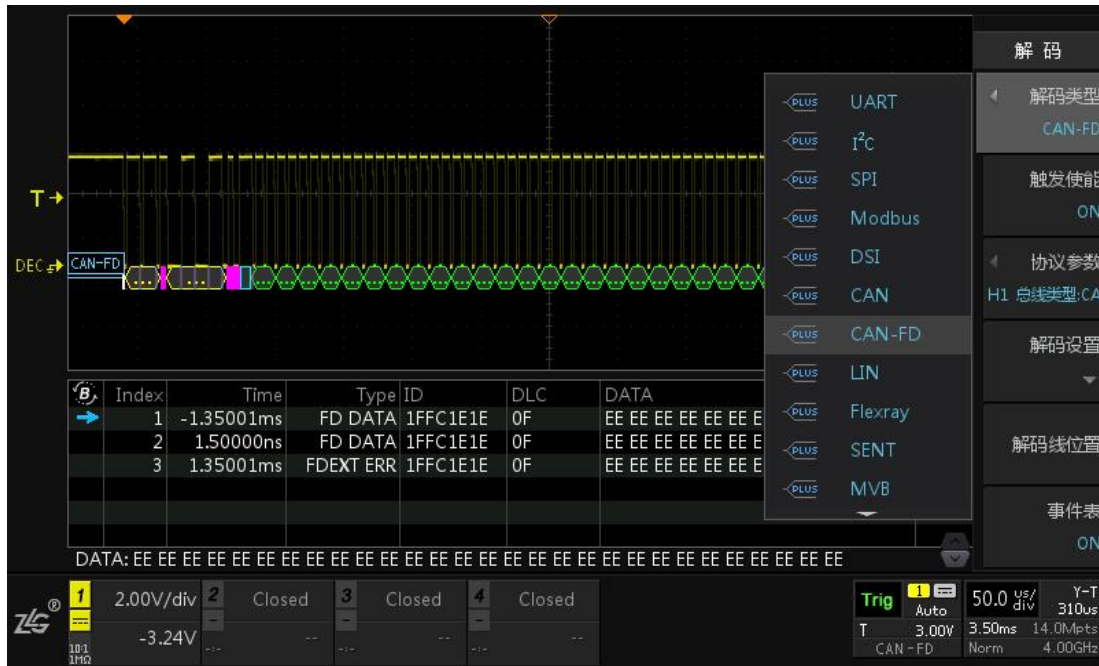

图 15.19 CAN-FD 解码类型选择
- 4、 点击【解码类型】旋转旋钮 A 选中协议，短按旋钮 A 即可将设置为 CAN-FD，点击【协议触发】为 “ON”（当对协议进行触发设置后，此处固定为 ON），此操作其实就是将触发类型设置为 CAN-FD，如图 15.19 所示;